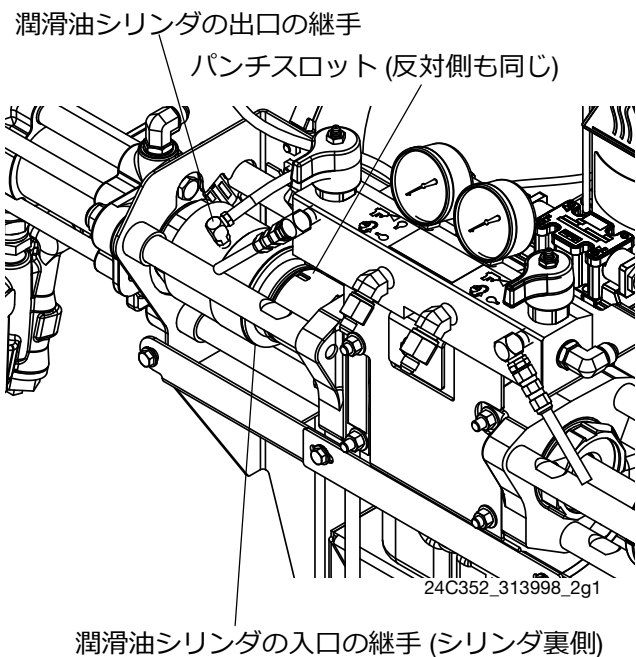

図 1: 潤滑油シリンダ
- 油圧式ドライバからより小さいシリンダをねじ外し、より大きなシリンダを中にスライドさせて挿入します。必要に応じて、潤滑油シリンダのパンチスロットを使用し、回転を助けます。図 1。